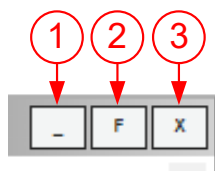

Рисунок 31 – Меню диалогового окна
Меню диалогового окна предназначено для управления диалоговым окном (рис. 31) и содержит кнопки управления:
- кнопка «Свернуть» (см. рис. 31, поз. 1);
- кнопка «Развернуть» (см. рис. 31, поз. 2);
- кнопка «Закрыть» (см. рис. 31, поз. 3).